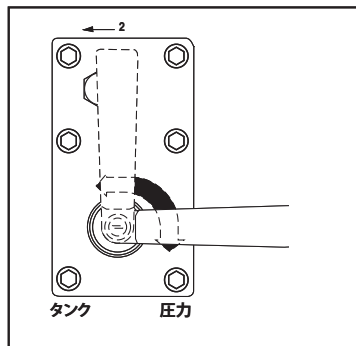

図7
5.1 手動によるバルブ操作 VM32 (図7参照)
VM33, VM33L, VM43, VM43L (図7を参照)